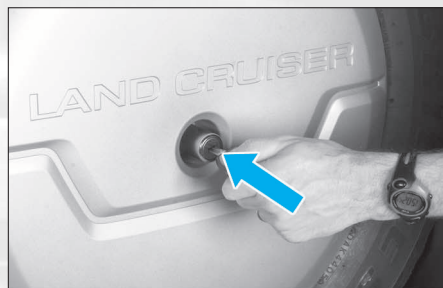

FIG. 60
- Déposer le cache central (1) (Fig.60).